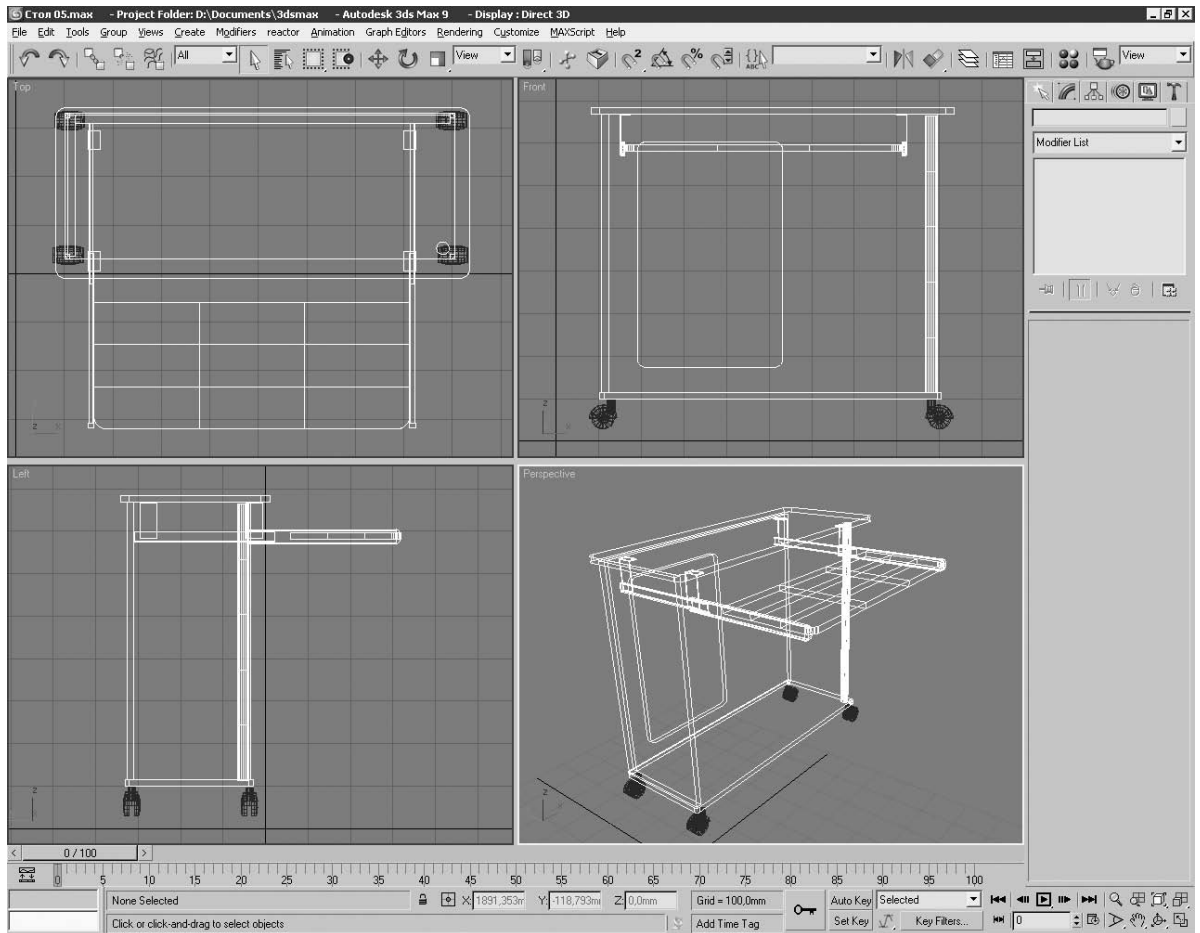

Рис. 4.20
5. Создать стойку — цилиндр радиусом 13 мм и высотой 650 мм и расположить все детали относительно корпуса стола — модель стола готова (рис. 4.20).